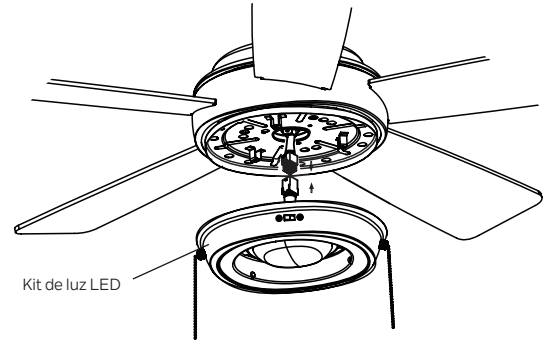

Figura 19
Paso 2. Conecte firmemente el conector de 9 clavijas al enchufe del arnés de cableado dentro del conjunto del motor (Figura 19).